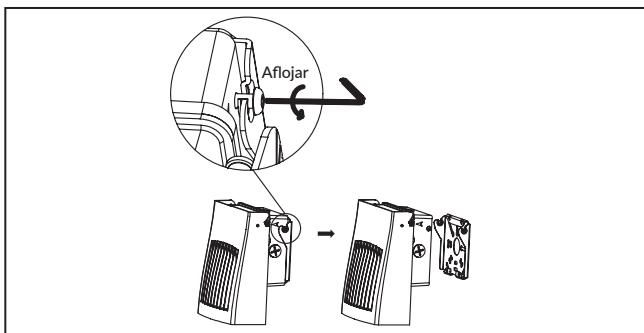

Figura 1
1. Utilice una llave Allen de 3/32 in (0,23 cm) para desatornillar parcialmente los 2 tornillos de retención laterales, hasta que la placa de montaje quede suelta, y, así, separar la placa de montaje del luminario.(Figura 1)